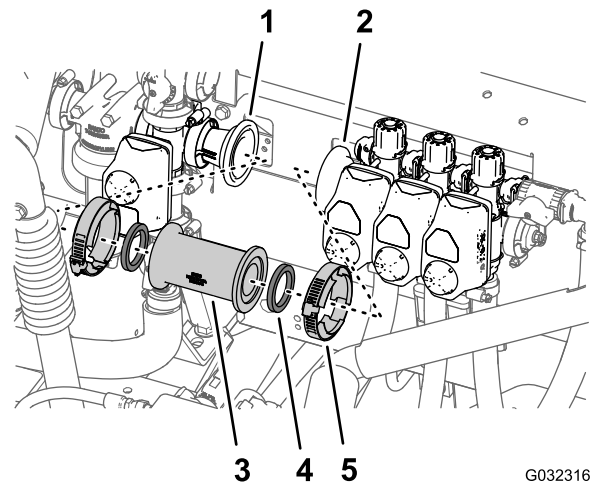

Figura 45
2. Retire os 2 grampos flangeados que prendem o acoplador reto aos acopladores do adaptador na válvula de agitação e na válvula da secção da rampa esquerda (Figura 45).
3. Retire o acoplador reto e as 2 juntas da máquina (Figura 45).